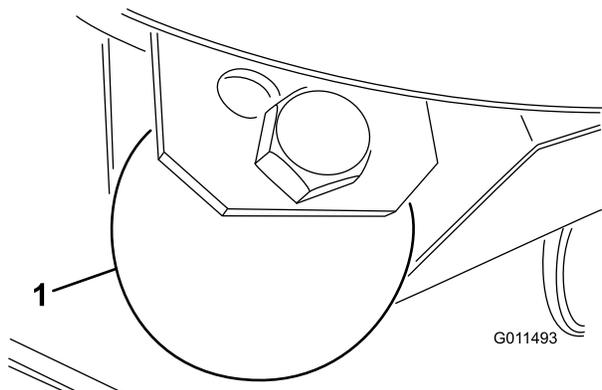

Figura 28
1. Retire o parafuso e a porca que fixam a roda guia aos suportes da unidade de corte (Figura 28).